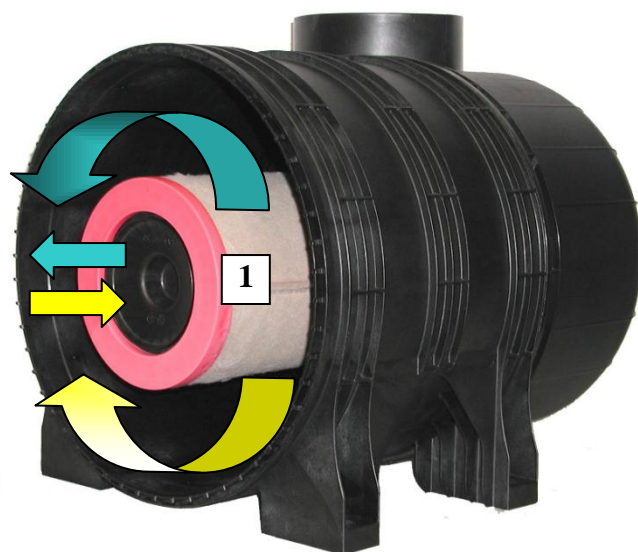

Рис. 8 Замена вспомогательного фильтроэлемента
- Открутите вспомогательный элемент (1), проворачивая его против часовой стрелки, и извлеките из корпуса.
- Вставьте новый вспомогательный фильтроэлемент и прочно закрутите его (5 Нм) (см. Рис. 8).